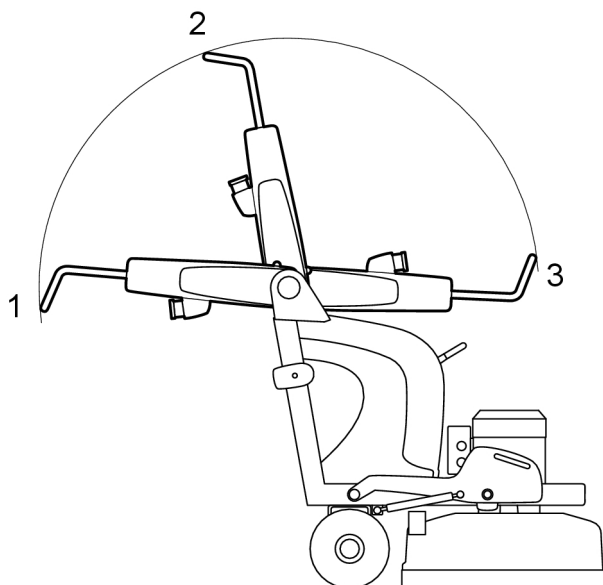

Bild 4-2. Handtagslägen
1. Fäll upp handtaget i bakre läget, se Bild 4-2, sidan 17.
4. Ställ handtaget i arbetsläge, se Bild 4-2, sidan 17.